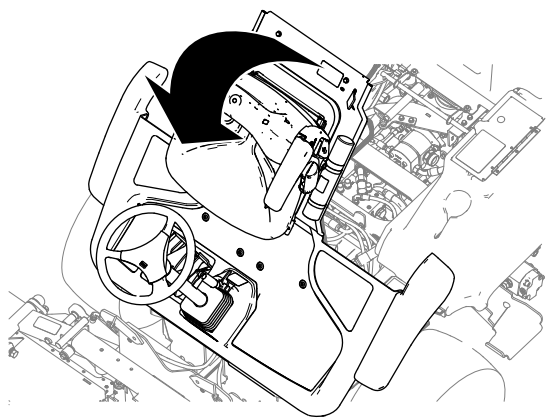

Figura 49
2. Sollevate la pedana (Figura 49).